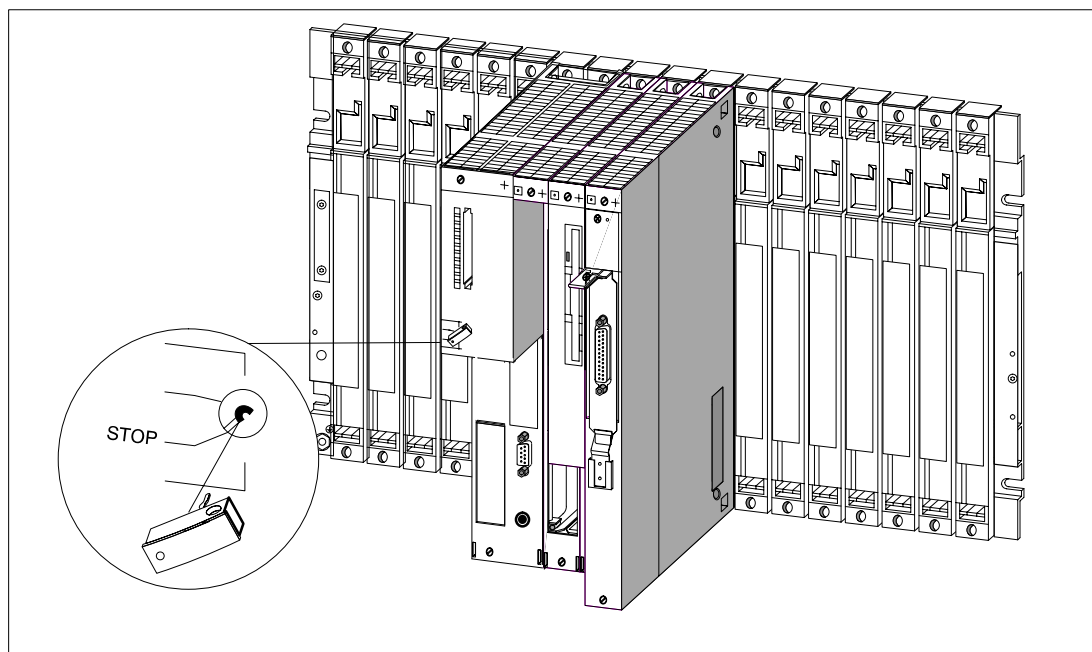

Figure 8-14 Introduction de la clé du commutateur de mode dans la CPU
6. Après avoir fixé tous les modules sur le châssis, introduisez la clé dans le commutateur de mode de la CPU (voir figure 8-14).
La figure 8-14 montre comment introduire la clé en position STOP dans la CPU. Vous pouvez extraire la clé en position STOP ou RUN.